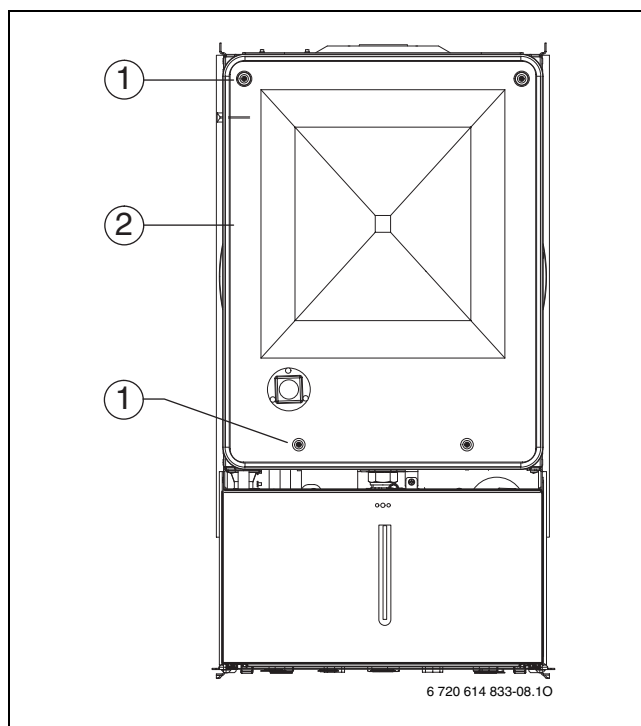

Рис. 48 Кришка камери згоряння
- ▶ Відгвинтити 4 шурупа (1) та зняти кришку камери згоряння (→ рис. 48).